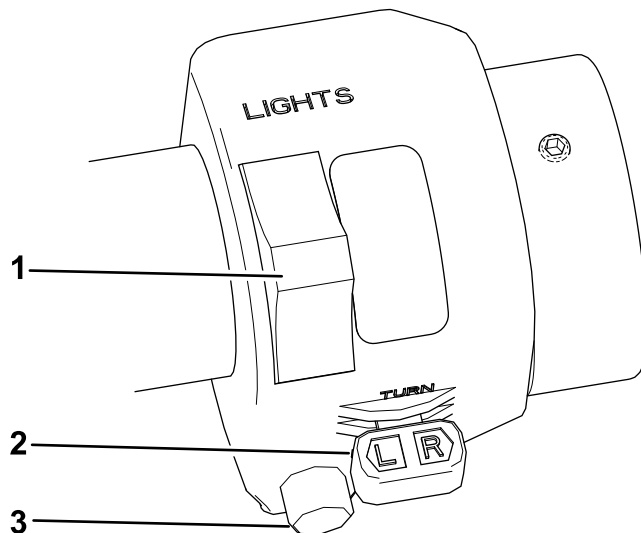

Figura 19
- L'**interruttore degli indicatori di direzione** aziona gli indicatori di direzione di destra e sinistra quando l'interruttore di accensione è in posizione ON (Figura 19).
- L'interruttore dei fanali e degli anabbaglianti aziona i fanali unicamente quando l'interruttore di accensione della macchina è in posizione On (Figura 19).